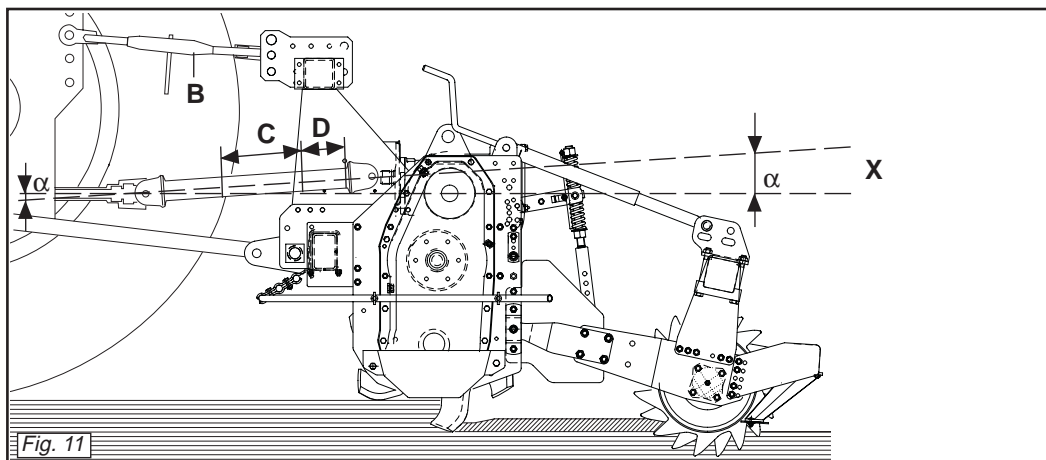
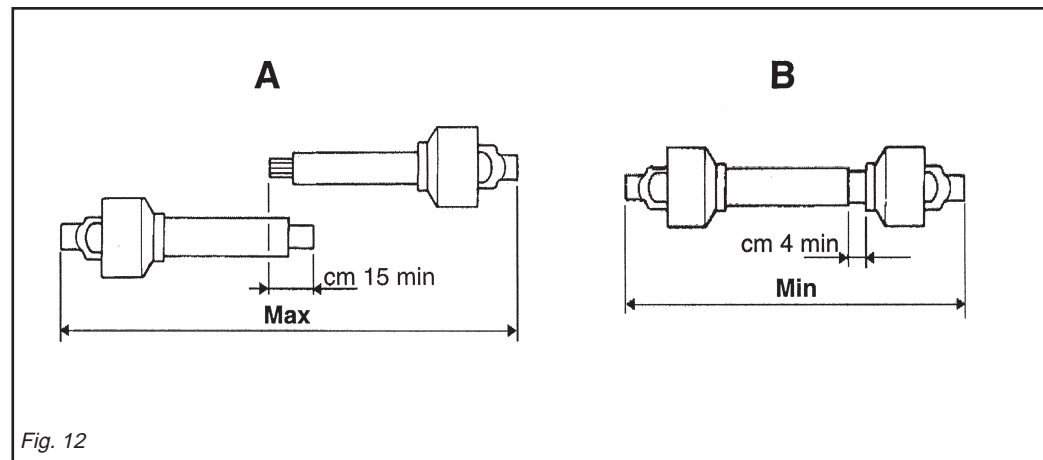

Fig. 11
Fig. 12
Um dies zu erhalten, die Länge der oberen Kupplungsstange (B Abb. 11) erhöhen oder verringern, bis die Achse (X Abb. 11) der Keilmutter des Gehäuses parallel zum Boden steht.
Pour obtenir cette condition augmenter ou diminuer la longueur de la barre supérieure de l'attelage (B Fig. 11) de manière à ce que l'axe (X Fig. 11) de la bague cannelé de la boîte soit parallèle au sol.
Para ello aumentar o disminuir la longitud de la barra superior del enganche (B Fig. 11) en modo de llevar el eje (X Fig. 11) de la tuerca ranurada de la caja paralela al terreno.
- I due angoli (α Fig. 11) formati dalle assi delle forcelle e l'asse dei tubi scorrevoli saranno uguali e non dovranno superare i 10° .
- La copertura (C Fig. 11) dei tubi scorrevoli deve essere di 15 cm minimo (Fig. 12).
- I due tubi dell'albero di trasmissione a cardano non si devono ricoprire completamente, una corsa di sicurezza (D Fig. 11) di 4 cm minimo deve sussistere.
- Gli angoli (α Fig. 11) dei cardani non devono essere superiori a 40° (Fig. 11).
- *The two angles (α Fig. 11) formed by the fork axes and the axis of the sliding tubes will be equal and must not exceed 10° .*
- *The sliding tubes (C Fig. 11) must overlap by at least 15 cm (Fig. 12).*
- *The two tubes of the driveline shaft must not fully overlap. There must always be a safety travel (D Fig. 11) of at least 4 cm.*
- *The angles (α Fig. 11) of the drivelines must not exceed 40° (Fig. 11).*
- Die beiden Winkel (α Abb. 11), die aus den Achsen der Gabeln und der Achse der Gleitrohre bestehen, müssen gleich groß sein und dürfen auf keinen Fall größer als 10° sein.
- Die Überdeckung (C Abb. 11) der Gleitrohre muss mindestens 15 cm ausmachen (Abb. 12).
- Die beiden Rohre der Gelenkwelle dürfen sich nicht ganz überdecken. Es muss noch einen Sicherheitshub (D Abb. 11) von mindestens 4 cm geben.
- Die Winkel (α Abb. 11) der Gelenkwellen dürfen nicht größer als 40° sein (Abb. 11).
- *Les deux angles (α Fig. 11) formés par les axes des fourches et l'axe des tubes coulissants doivent être identiques et ne doivent pas dépasser 10° .*
- *La couverture (C Fig. 11) des tubes coulissants doit être au minimum de 15 mm (Fig. 12).*
- *Les deux tubes de l'arbre de transmission à cardans ne doivent pas se recouvrir complètement, il doit rester une course de sécurité (D Fig. 11) de 4 cm au minimum.*
- *Les angles (α Fig. 11) des cardans ne doivent pas être supérieurs à 40° (Fig. 11).*
- Los dos ángulos (α Fig. 11) formados por los ejes de las horquillas y el eje de los tubos corredizos serán iguales y deberán superar los 10° .
- La cobertura (C Fig. 11) de los tubos corredizos debe ser como mínimo de 15 cm (Fig. 12).
- Los dos tubos del árbol de transmisión de cardán no se deben cubrir completamente, debe quedar una carrera de seguridad (D Fig. 11) de 4 cm como mínimo.
- Los ángulos (α Fig. 11) de los cardanes no deben ser superiores a 40° (Fig. 11).
Quando esso è inserito al massimo, il gioco minimo consentito deve essere di 4 cm. (Fig. 12).
When fully inserted, the minimum play must be 4 cm. (Fig. 12).
Wenn die beiden Teile ganz zusammengeschoben sind, muß das kleinstmögliche Spiel 4 cm ausmachen. (Abb. 12).
Quand il est entièrement rentré, le jeu minimum admissible doit être de 4 cm. (Fig. 12).
Quando está insertado al máximo, el juego mínimo permitido debe ser de 4 cm. (Fig. 12).